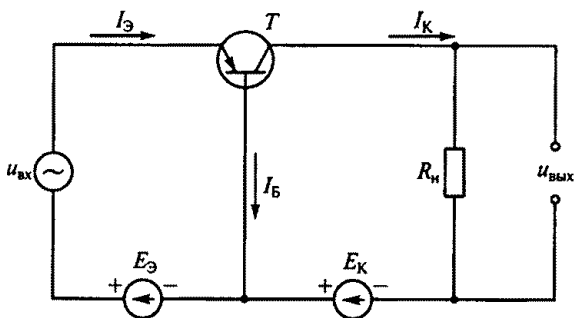

Рис. 183
7.20. Транзистор T на рис. 183 включен по схеме с общей базой. Могут ли превышать единицу коэффициент усиления по току K_I и коэффициент усиления по напряжению K_U ?